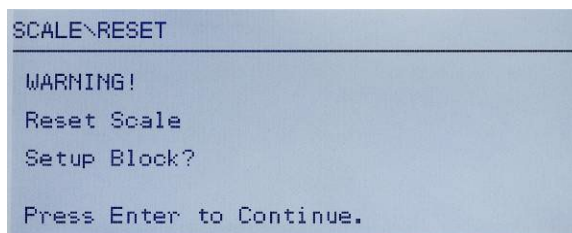

Figura 3-31: Pantalla de advertencia de reinicio del terminal
4. Use la tecla de navegación ABAJO para seleccionar Reinicio y luego presione ENTER. La pantalla muestra un mensaje de advertencia acerca de volver a ajustar la configuración de la báscula (Figura 3-31).